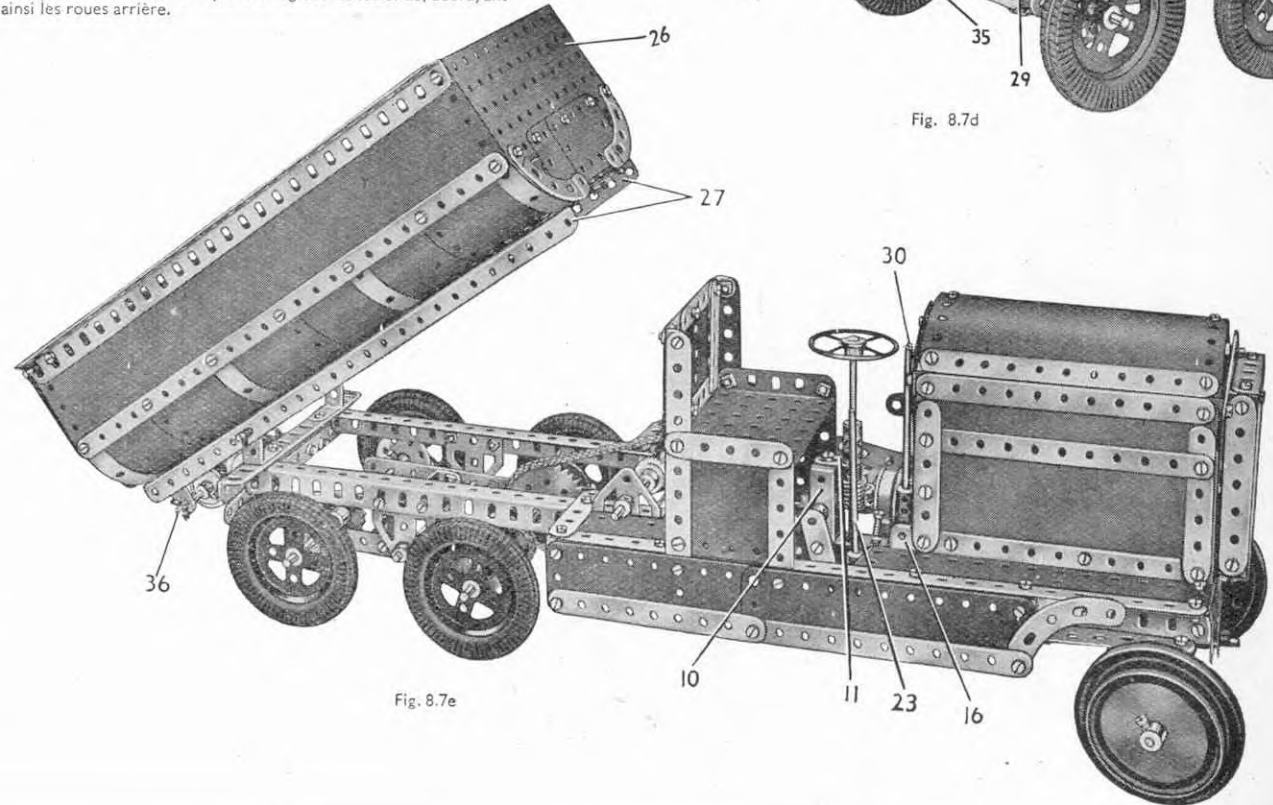

Fig. 8.7e
Le tube de direction est soutenu par deux bandes coudées de 38×12 (10) (Fig. 8.7e) qui sont boulonnées au châssis, et qui sont munies d'un support plat 11. Le tube de direction est une tringle de 10 cm, passée dans le support plat et dans le châssis. Cette tringle porte une vis sans fin qui engrène avec un pignon de 19 dents monté sur une tringle de 4 cm, qui passe dans les trous centraux des bandes coudées 10. La tringle de 4 cm, porte un bras de manivelle à son extrémité extérieure. Cette pièce est prolongée par une bande de 5 trous munie d'une équerre 12. Cette dernière est reliée à la bande 8 par deux bandes de 9 trous qui se recouvrent sur quatre trous.
Les côtés de la benne sont constitués par des plaques bandes de 25 trous renforcées par des cornières et par des bandes de 25 trous. Les côtés sont boulonnés à l'avant à une plaque à rebords de 14 x 6 (26) (Fig. 8.7e) et sont réunis à l'arrière par une bande coudée de 140 x 12.